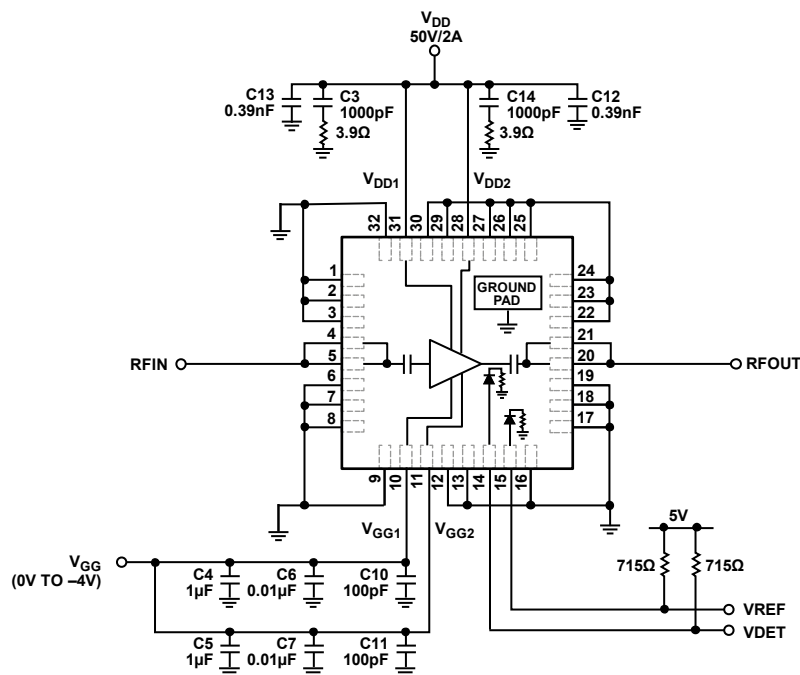

図 50. 基本的な接続方法
ADPA1105 を動作させるための基本的な接続方法を図 50 に示します。20V~50V の電源電圧を  $V_{DD1}$  ピンと  $V_{DD2}$  ピンに印加します。図 50 に、この 2 つのピンをデカップリングするコンデンサ値を示します。ピン 28 ( $V_{DD2}$ ) とピン 31 ( $V_{DD1}$ ) に接続された 2 個の 1000pF の電源デカップリング・コンデンサのそれぞれに 3.9Ω の抵抗を直列に配置します。2 つのゲート電圧ピン ( $V_{GG1}$  と  $V_{GG2}$ ) を接続し、図 50 に示すようにこの 2 つのピンを駆動します。ピン 2、ピン 3、ピン 7、ピン 12、ピン 13、ピン 18、ピン 22、ピン 23、ピン 26、ピン 27、ピン 29、ピン 30 は未接続 (NC) ピンとなっています。これらのピンは内部で接続されていませんが、デバイスの特性評価時にはすべてグラウンドに接続され、追加の熱対策として利用されています。